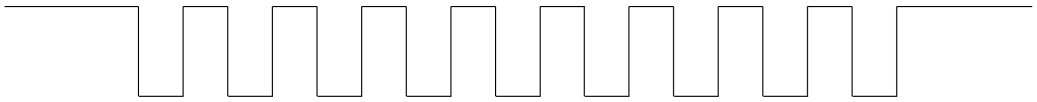

图 37-4. 主机时钟负向波形
- **场景三：**主机发送的时钟非自由运行时钟，且其时钟波形如图 37-4 所示。